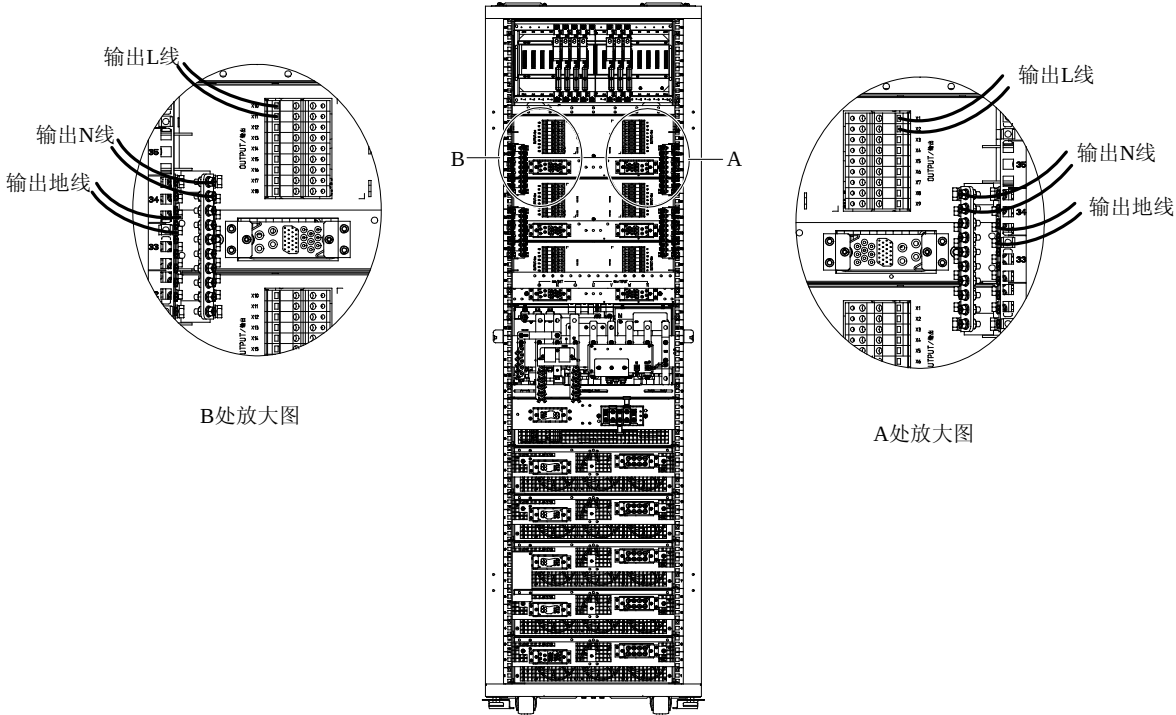

图1-6 输出配电模块输出端子接线图（后视）
- 1) 如选配输出配电模块，按图 1-6 所示将输出 L 线、N 线和地线连接在输出配电模块的输出端子与各路负载之间，紧固力矩为 5Nm（M6 螺栓）。注意确保相序正确。